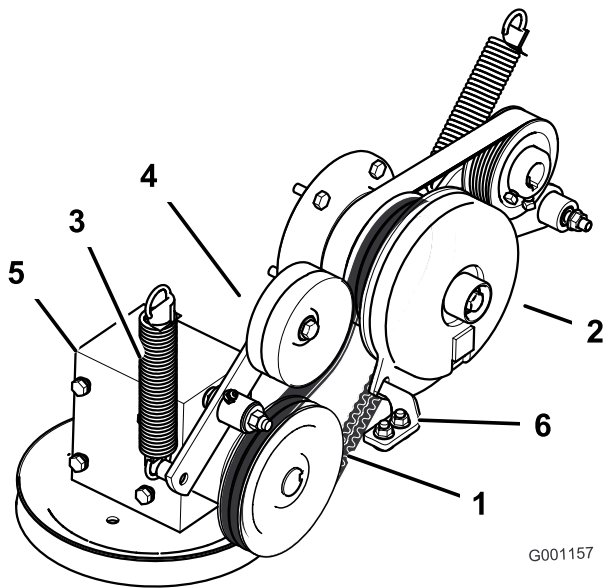

Figura 58
4. Retire el muelle del brazo de la polea tensora (Figura 58).
7. Instale la correa de transmisión de la PTO alrededor de la polea del embrague y la polea de la caja de engranajes (Figura 58).
9. Instale el muelle en el brazo tensor (Figura 58).